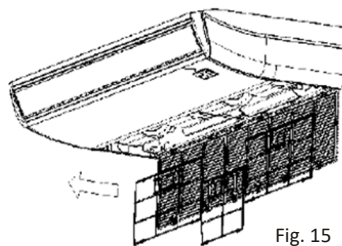

Fig. 15
- Scoateți direct filtrul de aer din admisia de aer, așa cum este indicat în Fig.15.
- Reinstalați filtrul de aer în ordinea inversă a Fig.15.